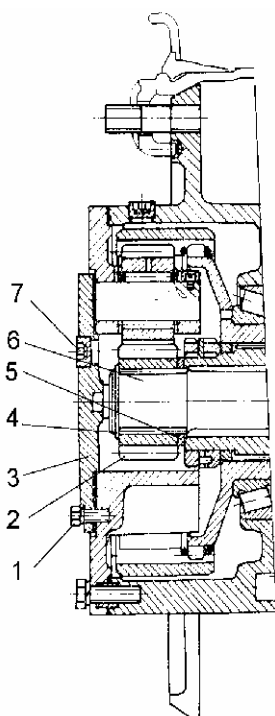

Рис. 7
2. Установив под колесными редукторами переднего моста емкости для сбора масла, снять с них крышку 3 (рис. 7), отвернув болты М12 (6 штук), стопорное кольцо 4, солнечную шестерню 2, шайбу 5, а затем установить крышку на место.
3. Установив под колесными редукторами заднего моста емкости для сбора масла, снять с них крышку 3 (рис. 7) и полуось 6 в сборе с солнечной шестерней 2, стопорным кольцом 4 и шайбой 5, а затем установить крышку на место.
5. Долейте масло ТАп-15В до уровня контрольного отверстия 7 (рис. 7) на крышке 3 колесного редуктора.